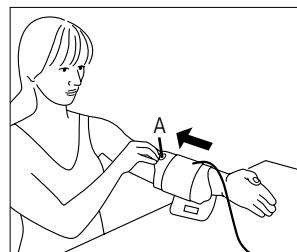

Fig. 1
- La medición debe realizarse sobre el brazo, sin ropa. Si su manguito está completamente abierto, pase su extremo a través del aro de metal formando un lazo. El cierre de velcro debe quedar por fuera. Sujete el manguito por la anilla de agarre A (véase la fig. 1) y colóquelo encima del brazo.